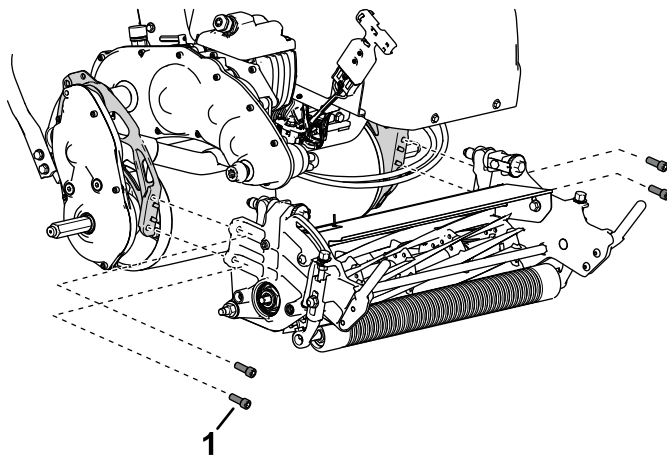

Figure 37
5. Fixez l'unité de coupe au cadre à l'aide de 4 vis à tête à creuse (Figure 37).